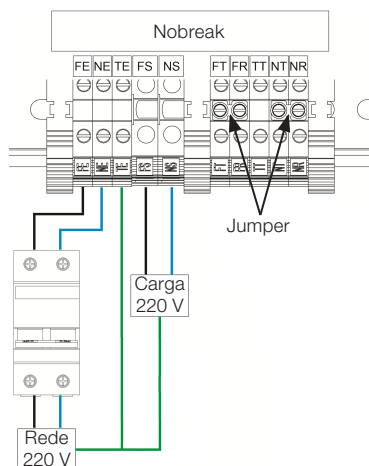

Figura 5.5: Instalação elétrica - Nobreak em 220 V
- 4) Com uma chave de fenda apropriada para bornes, conectar os cabos oriundos do quadro de alimentação aos bornes FE, NE e TE, conforme sugerido na Figura 5.5 na página 5-5. Quanto à bitola dos cabos, recomenda-se seguir as características definidas na Tabela 5.1 na página 5-4.
- 7) Retirar os Jumpers presentes nos bornes do Nobreak, destacados na Figura 5.5 na página 5-5.